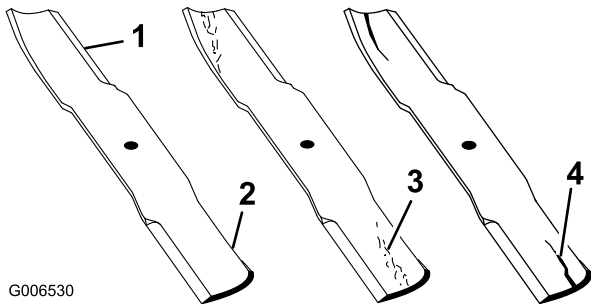
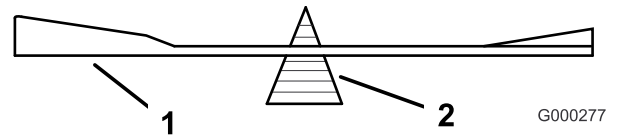

Bild 47
Bild 51
1. Untersuchen Sie die Schnittkanten (Bild 47). Entfernen und schärfen Sie die Messer, wenn die Schnittkanten nicht scharf sind oder Auskerbungen aufweisen. Siehe Schärfen der Messer \(Seite 39\).
2. Prüfen Sie die Schnittmesser, insbesondere den gebogenen Bereich (Bild 47). Sollten Sie Schäden, Verschleiß oder Rillenbildung in diesem Bereich feststellen (Punkt 3. in Bild 47), montieren Sie sofort ein neues Schnittmesser.
2. Überprüfen Sie die Auswuchtung des Schnittmessers auf einer Ausgleichsmaschine (Bild 51). Wenn das Schnittmesser in seiner horizontalen Position bleibt, ist es ausgewuchtet und kann wieder verwendet werden. Feilen Sie, wenn das Schnittmesser nicht ausgewuchtet ist, vom Flügelbereich des Messers etwas Metall ab (Bild 47). Wiederholen Sie diesen Vorgang, bis das Messer ausgewuchtet ist.